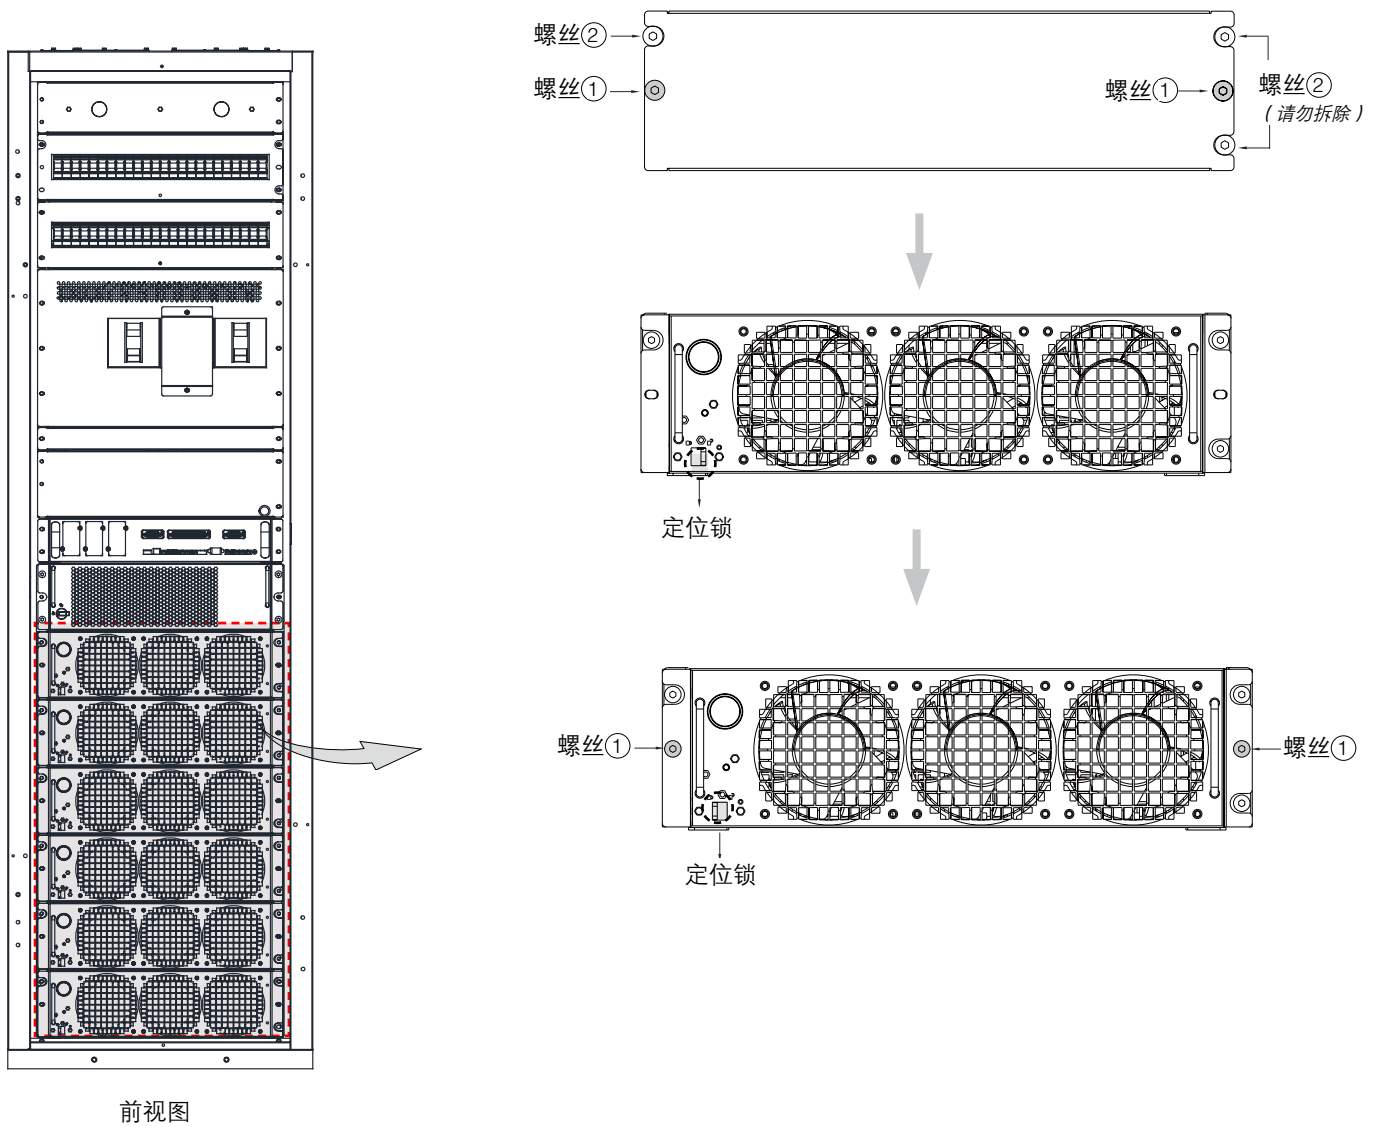

图6-46: UPM安装
3. 将 UPS 模块从包装箱中取出；检查模块前部的定位锁是否处于“”开启状态，如果为“”锁定状态，请旋转至“”开启状态将模块抬起，插入对应的卡槽并推进（图 6-46）；
5. 锁紧 UPM 的螺丝①；